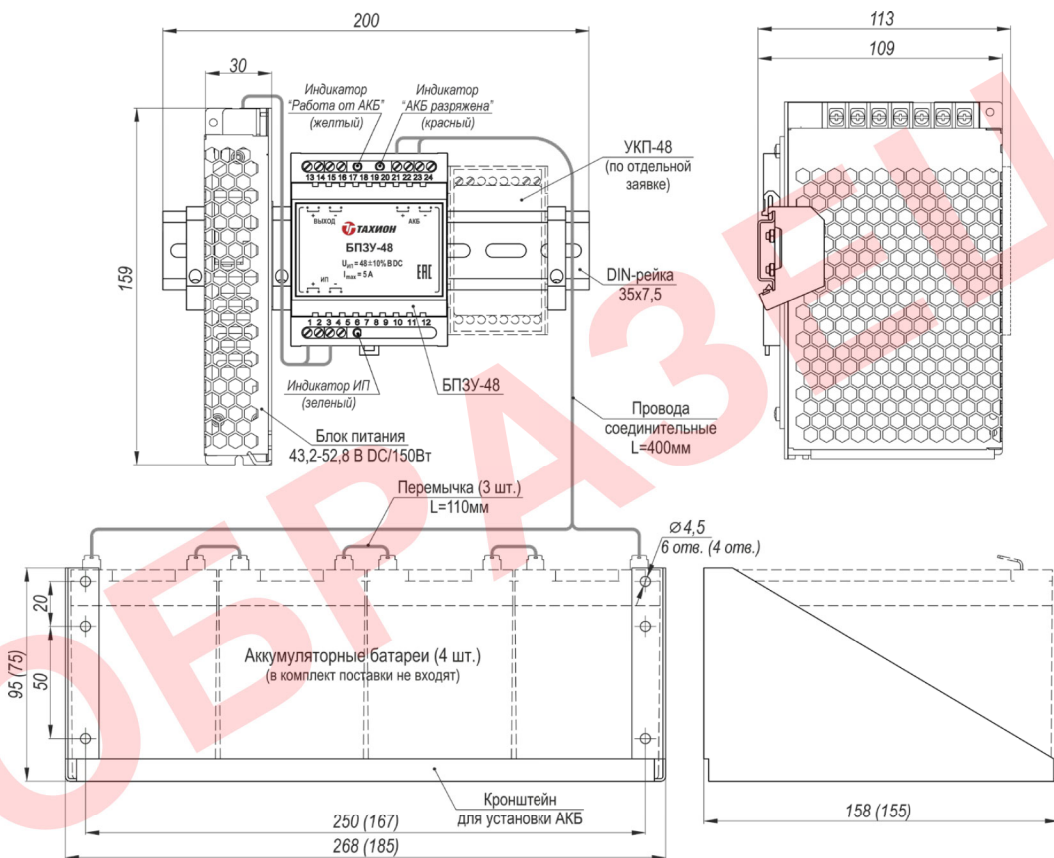

Рисунок 1 – Устройство, габаритные и установочные размеры
12. Габаритные размеры	см. рисунок 1
2. Установить аккумуляторные батареи на кронштейн (рисунок 1) и подключить ее проводами соединительными к контактам 21 (+) и 23 (-) БПЗУ-48, соблюдая полярность. Соединить аккумуляторы перемычкой.